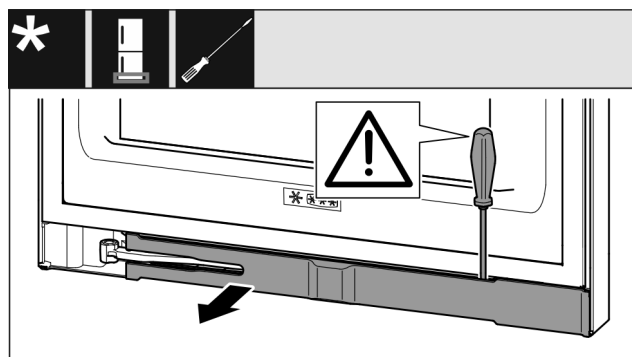

Fig. 13
- ▶ Disinnestare il pannello con un cacciavite per viti a intaglio e inclinarlo di lato Fig. 13 ().